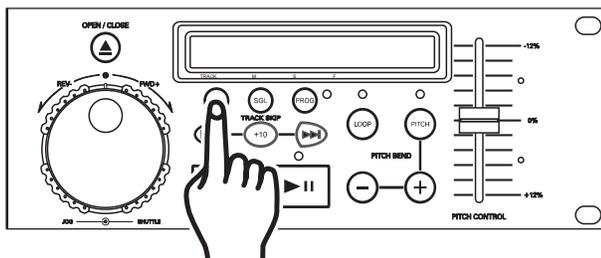

Figura 12
10. CÓMO CAMBIAR EL VISOR DEL TIEMPO (30, 31, Y 32)/BARRA DE INDICACIÓN DEL TIEMPO (33):
El tiempo puede visualizarse de dos maneras diferentes: tiempo transcurrido y tiempo restante. AL presionar el BOTÓN TIME (3) durante la reproducción normal, como lo indica la figura 12, la información relativa al tiempo se cambiará en el visor (30, 31, 32 y 33) LCD. El siguiente es un resumen de las configuraciones relativas al tiempo y su correspondiente definición:
- 1) TIEMPO TRANSCURRIDO (34) (ELAPSED) – La palabra “ELAPSED” que aparece en el visor LCD (30, 31 Y 32) alude al tiempo transcurrido de las pistas en curso. La función de tiempo transcurrido sólo proporciona detalles acerca del tiempo transcurrido de una pista, no del CD entero.
- 2) TIEMPO RESTANTE (37) (REMAIN) - La palabra “REMAIN” que aparece en el visor LCD (30, 31, Y 32) alude al tiempo restante de las pistas en curso.